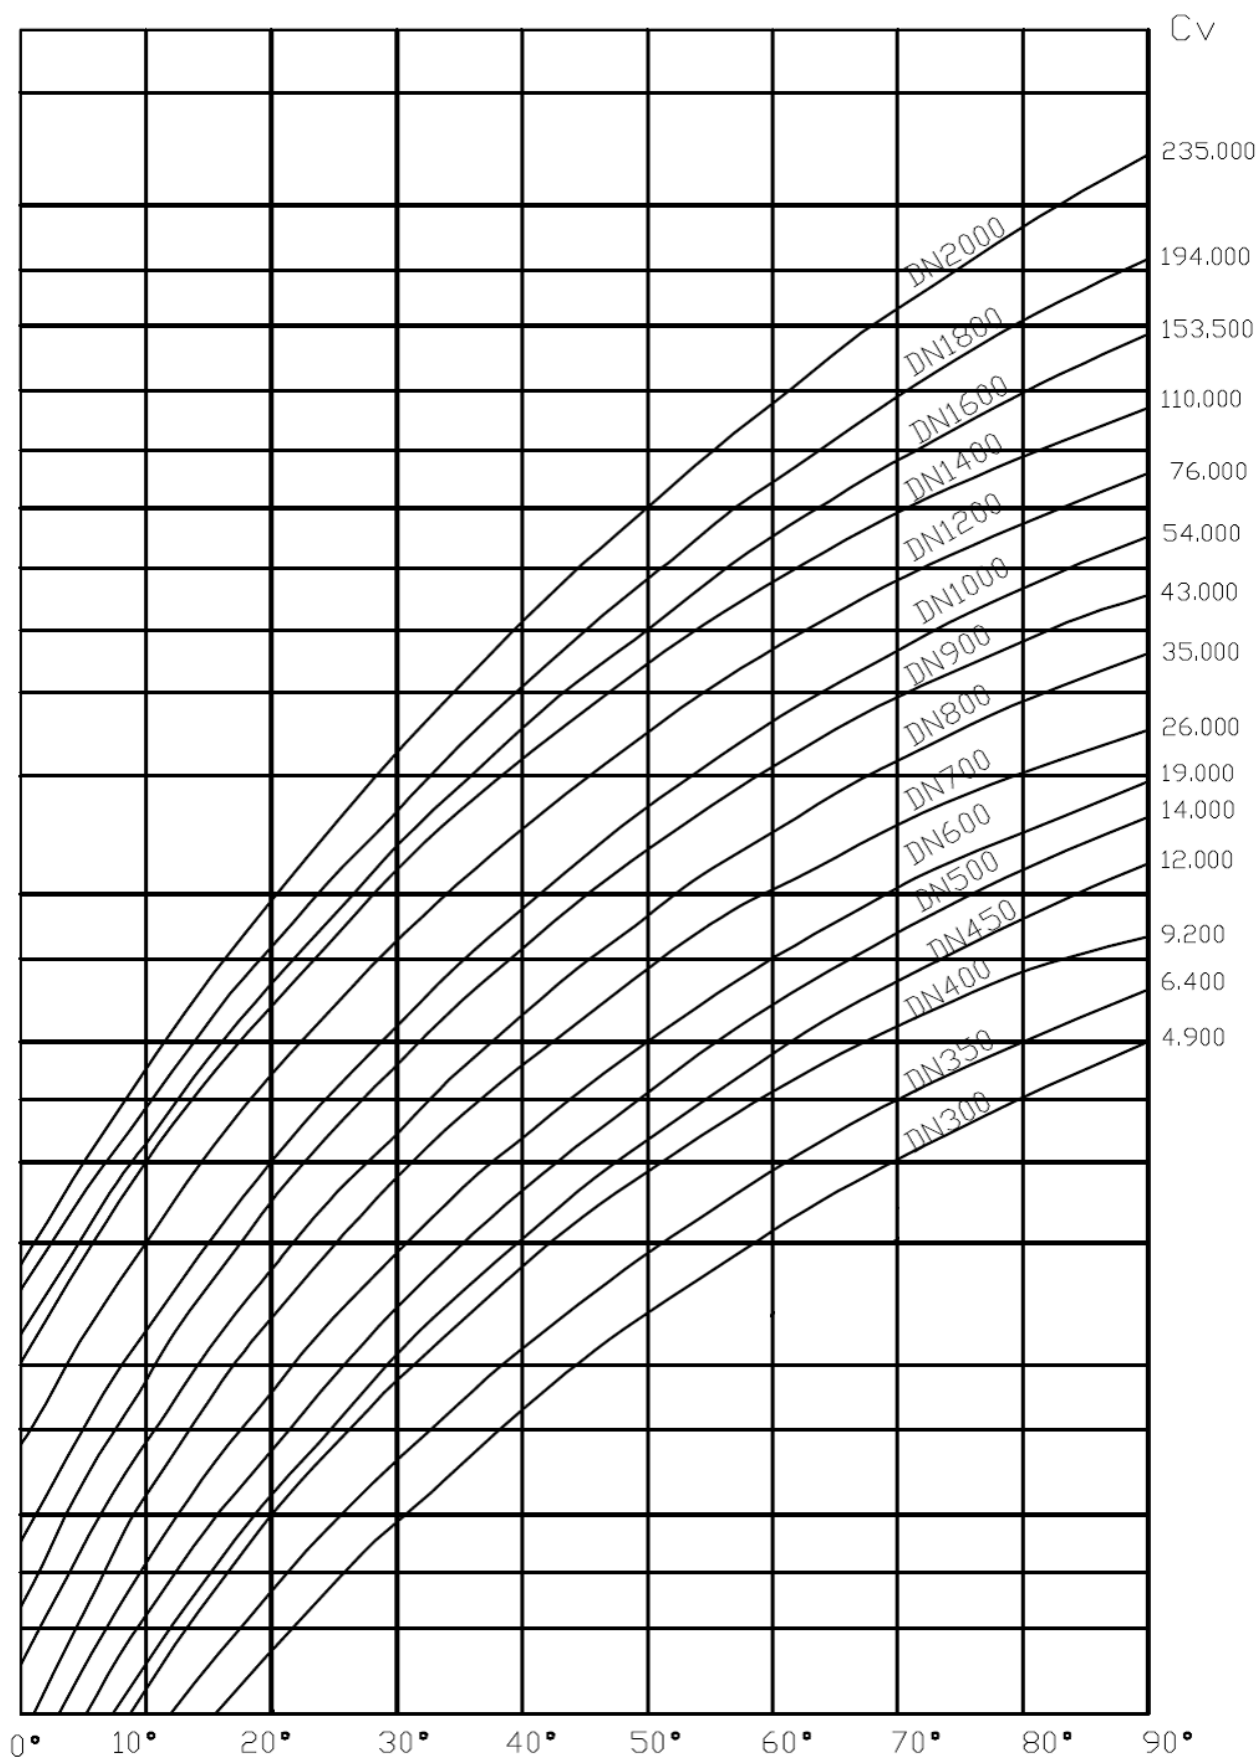

Рисунок 4. Расходные характеристики клапана
1.2.2. Марки материалов, применяемых в конструкции клапана приведены в табл.1, расходные характеристики клапана приведены на рис.4.